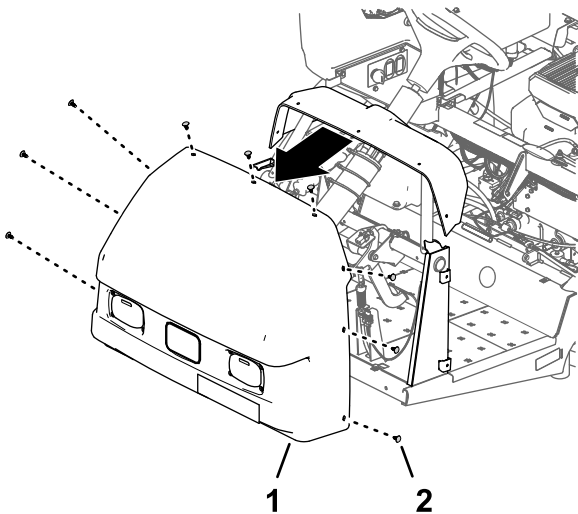

图15
2. 拆下将机罩固定到仪表板和机器机架的 9 个压入式紧固件 图15。
3. 从机器上取下机罩 图15。